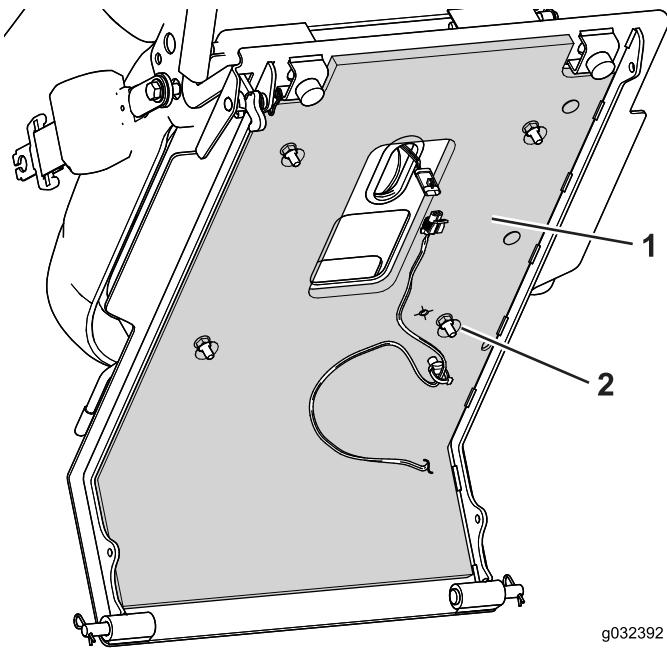

Figura 6
5. Retire el papel protector y aplique el protector de debajo del asiento a la parte inferior de la chapa del asiento (**Figura 6**).